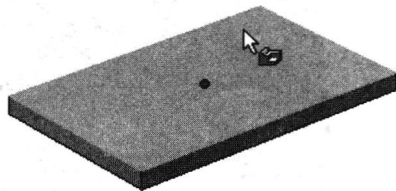
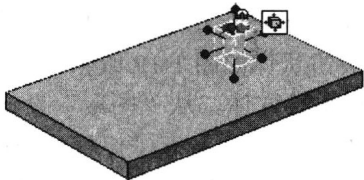
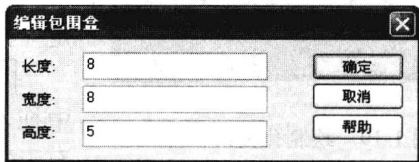

图 1-12 放置孔类圆柱体
图 1-13 孔类圆柱体的包围盒及手柄
图 1-14 “编辑包围盒”对话框 2
Step7 绘制第一个孔类圆柱体。从“图素”设计元素库中拖入“孔类圆柱体”元素, 放置于厚板上的合适位置, 如图 1-12 所示; 在孔上显示包围盒及其手柄, 如图 1-13 所示; 右击包围盒的任意一个手柄, 在弹出的快捷菜单中选择“编辑包围盒”选项, 弹出“编辑包围盒”对话框; 设置“长度”为 8、“宽度”为 8、“高度”为 5, 如图 1-14 所示; 单击“确定”按钮, 得到第一个孔类圆柱体。